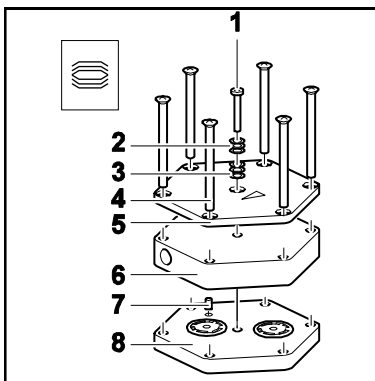

Abb. 8: Pumpenkopf montieren
1. An pneumatischer Kopfverschaltung (3) die Überwurfmutter (2) von Hand lösen. Winkelschraub-Verschraubung (1) des Pumpenkopfs (4) gegen den Uhrzeigersinn drehen, bis Verbindungsschlauch abgezogen werden kann.
2. Druckplatte (Abb.8/5), Kopfdeckel (8/6), Zwischenplatte (Abb.8/8) und Membranaufnahme mit einem durchgehenden Filzstiftstrich markieren (bei zweiköpfigen Pumpen an beiden Pumpenköpfen). Dadurch wird verhindert, dass die Teile später falsch montiert werden.
3. Außenliegende Schrauben (5) vom Pumpenkopf/von den Pumpenköpfen lösen.
2. Zwischenplatte (8) mit Ventilplatten/Dichtungen entsprechend dem Filzstiftstrich auf Aufnahme setzen.
3. Kopfdeckel (6) entsprechend Passstift (7) auf Zwischenplatte (8) setzen.
4. Druckplatte (5) entsprechend Filzstiftstrich auf Kopfdeckel (6) setzen.
5. Schrauben (4) über Kreuz anziehen.
6. Schraube/Schrauben (1) in der Mitte der Druckplatte (5) mit Tellerfedern (2, 3) einsetzen. Dabei auf die richtige Anordnung der Tellerfedern achten (siehe Abb.8).
7. Schraube/Schrauben (1) festziehen, bis Schraubenkopf flächig aufsitzt. Schraube/Schrauben mit weiterer halber Umdrehung fixieren.